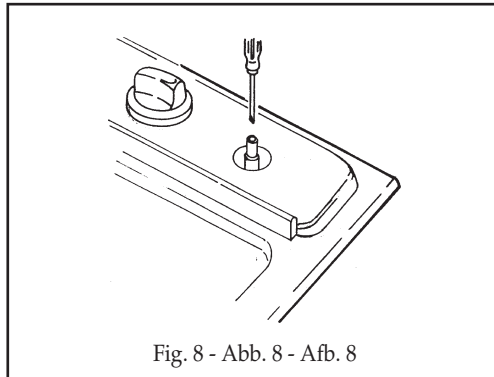

Fig. 8 - Abb. 8 - Afb. 8
- per la regolazione del minimo agire con opportuno cacciavite sulla vite posta sul rubinetto (Fig. 8) dopo averlo ruotato in posizione di minimo. Per GPL (butano/propano) avvitarlo a fondo.
- to adjust to the minimum, use a screwdriver on the screw placed on the tap (Fig. 8) after turning the tap to its minimum position. For LPG (butane/propane) screw tight.
- pour le réglage au minimum, tournez à l'aide d'un tournevis approprié la vis dans l'axe du robinet (Fig. 8) après avoir placé le robinet sur la position du minimum. Pour GPL (butane/propane) serrez à fond.
- bei der Einstellung des Mindestwertes, den Hahnhebel auf das Minimum drehen und die Einstellschraube am Hahn mit entsprechendem Schraubenzieher drehen (s. Abb. 8). Bei Betrieb mit Flüssiggas (Butan- /Propangas) Einstellschraube fest anziehen.
- para la regulación del mínimo, usar un destornillador apropiado en el tornillo puesto sobre la llave (Fig. 8) después de averlo girado en la posición de mínimo. Para GPL (Butano/propano) atornillar a fondo.
- teneinde het minimum in te stellen draait men met een schroevendraaier de schroef aan de kraan (z. afb. 8), nadat deze op het minimum gedraaid werd. Bij tostellen die op vloeibaar gas (butaan/propan) werken moet men de stelschroef vast aandraaien.
- para a regulação do mínimo agir com uma oportuna chave de parafuso colocado na torneira (Fig. 8) depois de o ter rodado à posição mínimo. Para GPL (butano/propano) ataraxar a fundo.